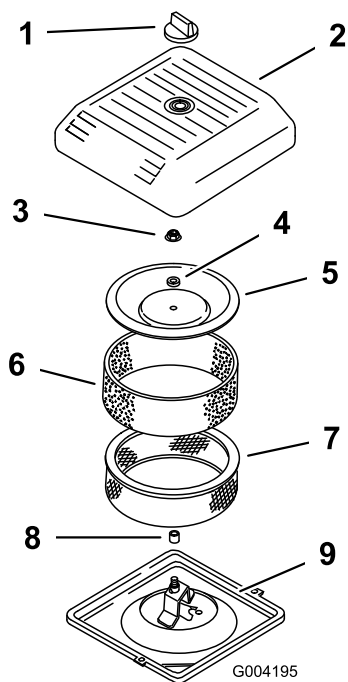

Figure 41
3. Dévissez le bouton et déposez le couvercle du filtre à air (Figure 41).
- Sortez délicatement le préfiltre en mousse de l'élément en papier (Figure 41).
- Dévissez l'écrou du couvercle et enlevez le couvercle, l'entretoise et l'élément en papier (Figure 41).
- Posez le filtre à air sur sa base (Figure 41).
- Posez le couvercle, l'entretoise et fixez-les avec l'écrou du couvercle (Figure 41). Serrez l'écrou à 11 N·m (95 po-lb).
- Remettez le couvercle du filtre à air et fixez-le à l'aide du bouton (Figure 41).